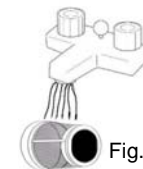

Fig. 15
3. Nettoyez l'écran à débris en le tapotant ou sous le robinet. (Fig. 15) L'écran doit être complètement sec (24 heures) avant la remise en place dans le filtre HEPA.